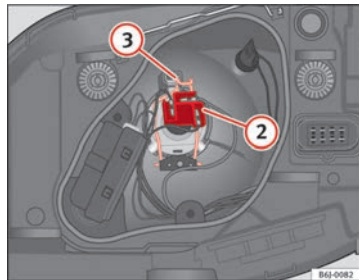

Fig. 145 Feu de croisement/de route projecteur simple
- Retirez le connecteur ⇒ fig. 145 ② de l'ampoule.
- Décrochez le ressort entrebâilleur ⇒ fig. 145 ③ en le pressant vers l'intérieur et vers la droite.